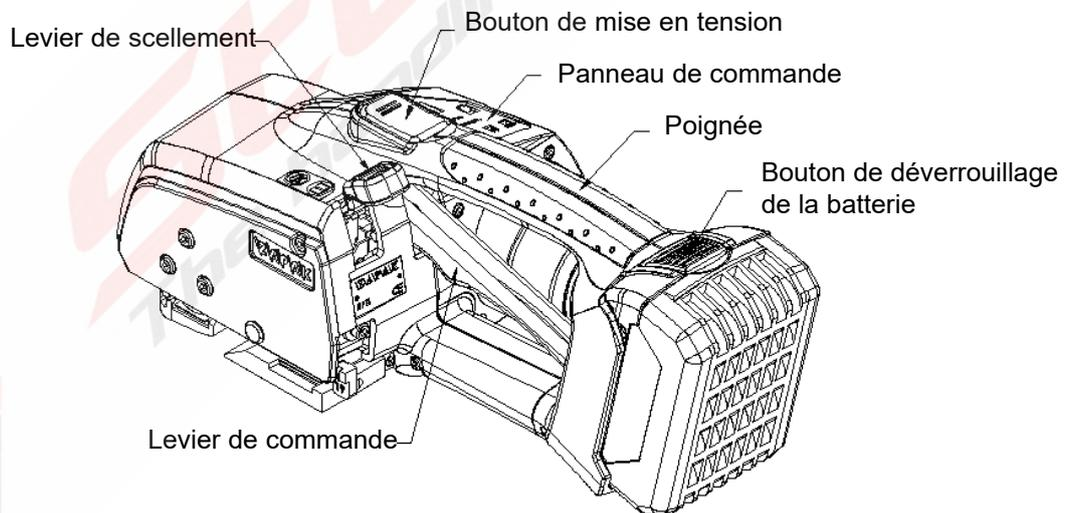

FIGURE 2. Présentation des organes de commande ZP93 / ZP97
4.1 Présentation des organes de commande (Figure 2)